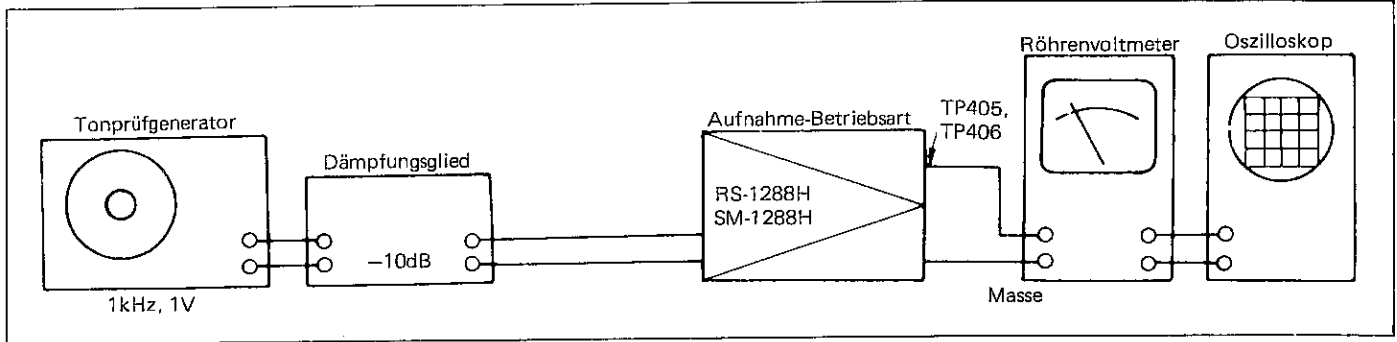

Abbildung 33–1
■ EINSTELLUNG DES AUFNAHMEVERSTÄRKER-VORMAGNETISIERUNGSOSZILLATORS (Siehe Abbildung 33–2.)